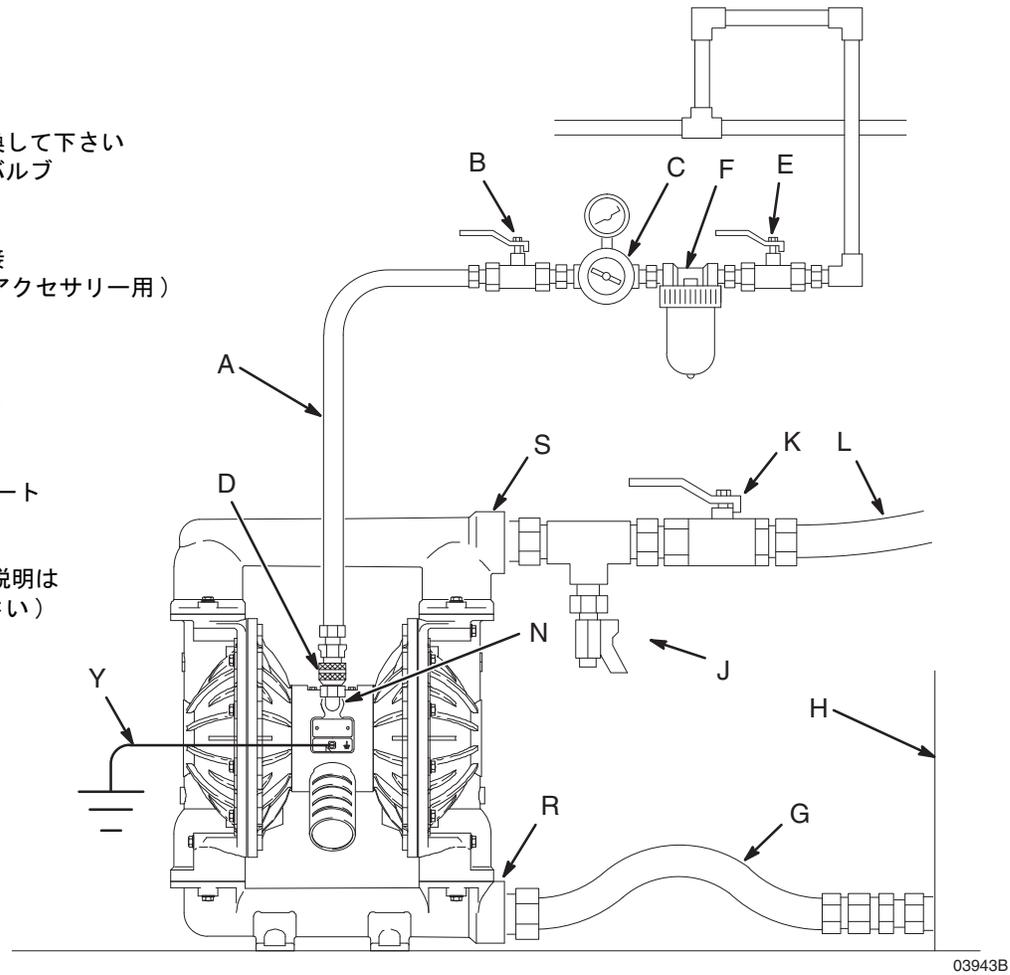

図 2
このシステムでは、ブリード型マスターエアバルブ (B) を使用してください。バルブとポンプの間にトラップされた空気を除くためです。空気がトラップされると、ポンプが突然動作を始めることがあります。これは、目や皮膚への液体の飛散、可動部品によって生じる怪我、有害な液体による汚染などの重大な人身事故を招くことがあります。図 2 を参照してください。
1. 図 2 に示されているように、エアラインのアクセサリを取り付けます。これらのアクセサリは壁またはブラケットに取り付けます。アクセサリに供給を行っているエアラインが接地されていることを確認してください。
- a. エアレギュレーター (C) およびゲージを取り付け、流体圧力をコントロールします。液体アウトレット圧力は、エアレギュレーターの設定と同じになります。
- b. 吹き出し型マスターエアバルブ (B) をポンプに近い場所に設置し、こもった空気を開放するのに使用します。上記の警告を参照してください。もう一方のマスターエアバルブ (E) は、すべてのエアラインアクセサリの上流側に設置し、清掃および修理の際にそれらを隔離するために使用します。
- c. エアラインフィルター (F) によって、加圧された供給空気から有害な砂や湿気を取り除きます。
2. 接地済みのフレキシブルタイプのアアホース (A) を、付属品と 1/2 npt (f) のポンプ空気吸入口 (N) の間に取り付けます。図 2 を参照してください。最小 13 mm (1/2 インチ) の内径のアアホースを使用してください。エアラインのクイックディスコネクトカプラー (D) をアアホース (A) の端にねじ込んで、ポンプエアインレットにはめ合い取り付け金具をきっちりとねじ込みます。ポンプを動かす準備ができるまでは、カプラー (D) を接続しないでください。
ホースが詰まったときのため、圧力を開放する硫体ドレンバルブ (J) が必要です。排出バルブがあれば、圧力を開放するときに目や皮膚に液体がはねかかることなどによる重大な怪我の危険や、有害な液体による汚染のリスクを減らすことができます。ポンプの液体アウトレットに近い場所にバルブを取り付けます。図 2 を参照してください。
- 接地された柔軟な液体ホース (L) を使用します。ポンプ液体出口 (S) は 2" npt(f) です。硫体フィッティングをポンプ排出口にしっかりとねじ込みます。
- 液体アウトレットの近くに液体ドレンバルブ (J) を取り付けます。上記の 警告を参照してください。
- 液体排出ホースにシャットオフバルブ (K) を取り付けます。
4. 硫体用ホース (L) の末端を適切な容器内に設置します。
5. 液体ドレンバルブ (J) を閉じます。図 2 を参照してください。
6. ポンプのエアレギュレーター (C) を閉じて、全てのブリード型マスターエアバルブ (B、E) を開いて下さい。
8. ポンプが回転し始めるまで、エアレギュレーター (C) をゆっくりと開きます。すべてのエアがホースから押し出され、ポンプが吸い込むまで、ポンプをゆっくりと回転させます。
1. 図 2 及び部品図面。前の手順 ポンプの始動および調整の 1～7 を行って下さい。
2. エアレギュレーター (C)。